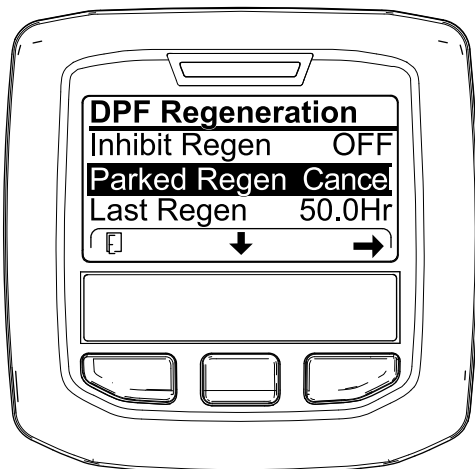
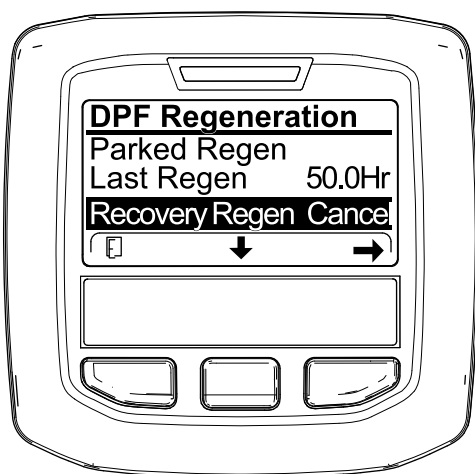

Рисунок 98
Рисунок 99
1. Перейдите к меню регенерации DPF (Рисунок 98).
2. Нажмите среднюю кнопку, чтобы перейти вниз к опции PARKED REGEN CANCEL (ОТМЕНА СТАЦИОНАРНОЙ РЕГЕНЕРАЦИИ) (Рисунок 98) или к опции RECOVERY REGEN CANCEL (ОТМЕНА ВОССТАНОВИТЕЛЬНОЙ РЕГЕНЕРАЦИИ) (Рисунок 99).
3. Нажмите правую кнопку для выбора опции Regen Cancel (Отмена регенерации) (Рисунок 98 или Рисунок 99).